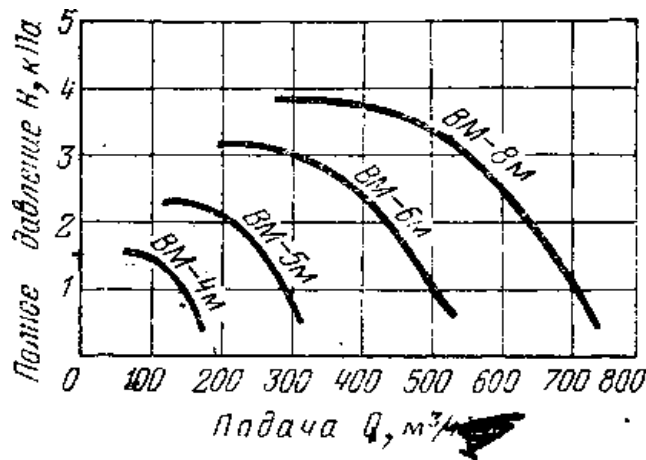

Рисунок 2 - Зависимость полного давления вентиляторов от подачи
7. Подбираем вентиляторы, исходя из значений:  $Q_{в} = 3,35$  м3/с = 230 м3/мин и  $H_v = 3037$  Па. Принимаем вентилятор ВМ-6М, который при  $Q_{в} = 230$  м3/мин обеспечит давление  $H = 3100$  Па (см. график на рис. 2 для вентилятора ВМ-6м).